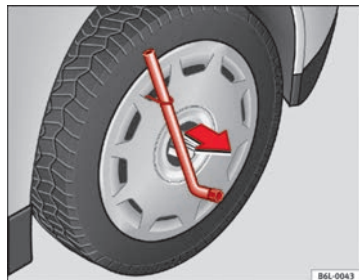

Fig. 138 Togliere il copricerchio
- Togliere il copricerchio con il gancio in metallo ⇒ fig. 138.